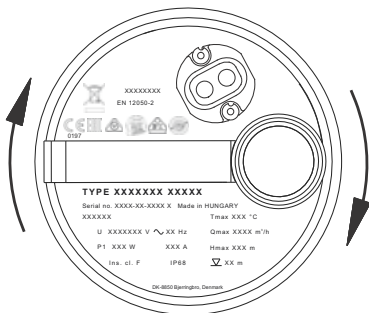

Fig. 8 Sentido de giro
3. Observe la bomba al arrancar. Si da un ligero golpe en el sentido de las agujas del reloj (consulte la fig. 8), el sentido de giro del motor será correcto. Si el golpe es en el sentido contrario al de las agujas del reloj, intercambie dos de las fases del cable de alimentación.